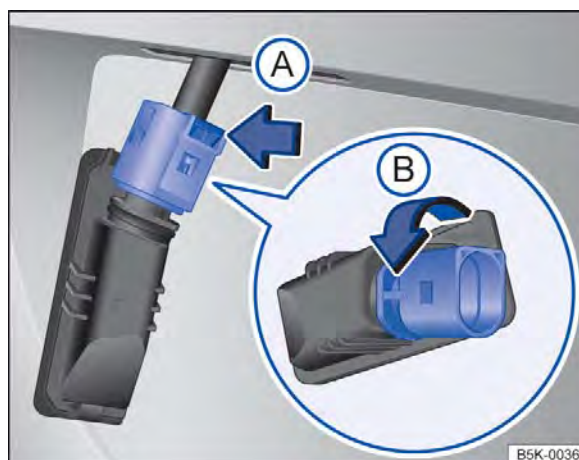

Fig. 176 Lanterna da placa licença: desinstalar o suporte da lâmpada. ▶
4.	Pressionar a trava do conector no sentido da seta ⇒ Fig. 176  e puxar o conector para fora.